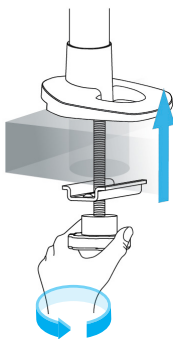

Abbildung 7
4. Setzen Sie den **Drehknopf** durch die **Tüllenöffnung** in die **Pfostenbasis** ein. Drehen Sie den **Drehknopf**, um ihn **festzuziehen**. (Abbildung 7)